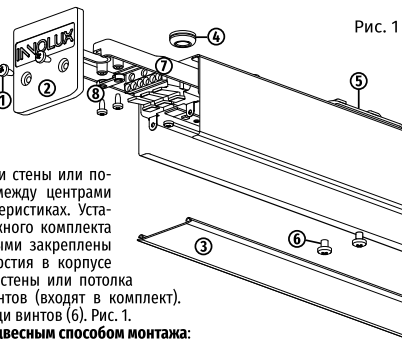

Рис. 1
2. Введите сетевой провод в корпус через уплотняемое отверстие (4), Рис. 1.
Наметьте и просверлите два отверстия для установочных скоб (5) на поверхности стены или потолка по месту установки. Расстояние между центрами отверстий указано в Технических характеристиках. Установите пластмассовые дюбели из монтажного комплекта в отверстия. Открутите винты (6), которыми закреплены установочные скобы (5), используя отверстия в корпусе светильника. Установите на поверхность стены или потолка установочные скобы (5) при помощи винтов (входят в комплект). Закрепите светильник на скобы при помощи винтов (6). Рис. 1.
Установите на скобы (5) 2 комплекта для подвесного монтажа, приобретаются отдельно (артикул – 96 579). Убедитесь в надежности подвеса, Рис. 1.
3. Выдвиньте пластину с нажимной клеммной колодкой (7) и подключите сетевой провод в соответствии со Схемой 1. Зафиксируйте провод зажимом и шурупами (8) (входят в комплект). Задвиньте пластину с нажимной клеммной колодкой, Рис. 1.
4. Отрежьте необходимую длину рассеивателя (3), установите рассеиватель и прикрутите торцевые крышки (2) к корпусу, используя монтажные винты (1), Рис. 1.
1. Выдвиньте пластины с нажимной клеммной колодкой (7) и подключите коннекторы из монтажного комплекта, Рис. 1.
2. Закрепите соединительные скобы из КС-01-1-ДСО-06 в светильник винтами (входят в комплект), задвиньте пластины с нажимной клеммной колодкой (7) и закрепите соединительные скобы в другом светильнике.